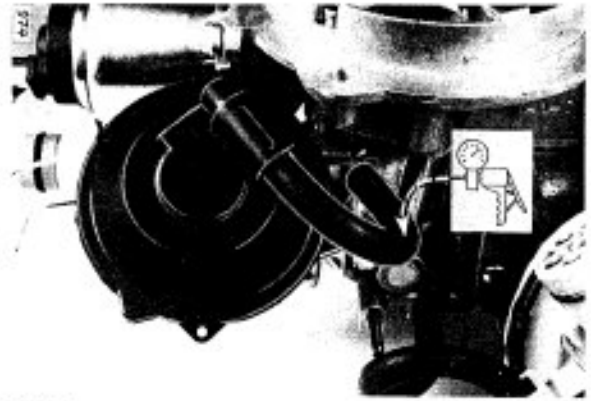

Bild 25
8. UNTERDRUCKDOSE II. STUFE (Bild 25)